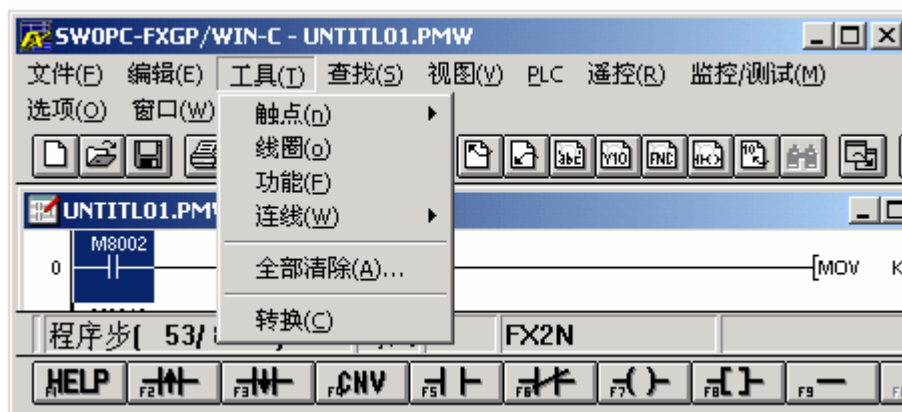

图 1-65 工具栏菜单界面
(2) 梯形图中对软元件的选择既可通过以上“功能键”和“功能图”子菜单完成，也可用“工具”菜单完成。工具菜单如图 1-65 所示。菜单下的“触点”子菜单提供对输入各元件的选用，“线圈”和“功能”子菜单提供了对各输出继电器、中间继电器、时间继电器和计数器等软元件的选用。“连线”子菜单除了用于梯形图中各连线外，还可以通过 Del 键删除连接线。“全部清除”子菜单用于清除所有编程内容。